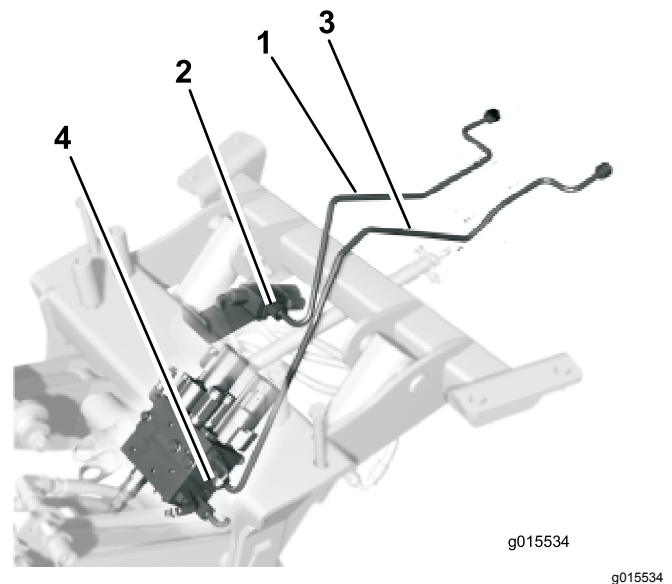

Bild 4
1. Schließen Sie den kürzeren Hydraulikschlauch am geraden Anschlussstück am Ventil an (**Bild 4**).
2. Schließen Sie den längeren Hydraulikschlauch am geraden Anschlussstück am Verteiler an (**Bild 4**).
2. Verlegen Sie den kürzeren Hydraulikschlauch (Bild 4) um und über die Fahrtriebsstange.